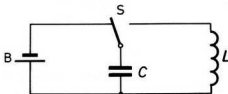

Bild 243
- Der Kondensator in Bild 243 ist mit Hilfe der Gleichspannungsquelle B aufgeladen worden. Beim Umschalten des Schalters S fließt die im elektrischen Feld des Kondensators aufgespeicherte Ladung als Strom durch die